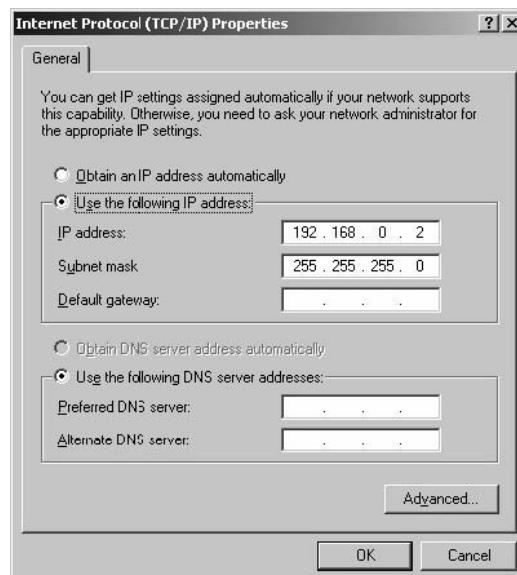

Figura 14: Propiedades TCP/IP
- Elegir “Internet Protocol (TCP/IP)” y hacer clic en el botón “Properties” para abrir la ventana “TCP/IP Properties” (Figura 14).